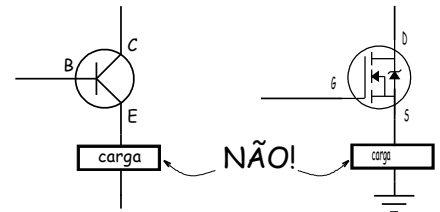

Figura 2.5.7 - A carga não deve ser ligada nem ao emissor, nem à fonte (s).
- O terminal de controle (base ou gate) tem sua tensão comparada com a tensão no emissor ou na fonte, portanto, não é uma boa idéia colocar a carga em série com estes terminais (figura 2.5.7).